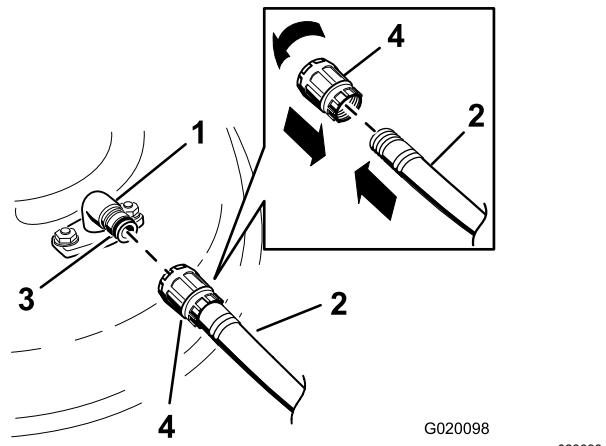

Figura 79
3. Montate il manicotto del tubo flessibile sul raccordo di lavaggio del tosaerba, quindi aprite il rubinetto per erogare un getto forte (Figura 79).